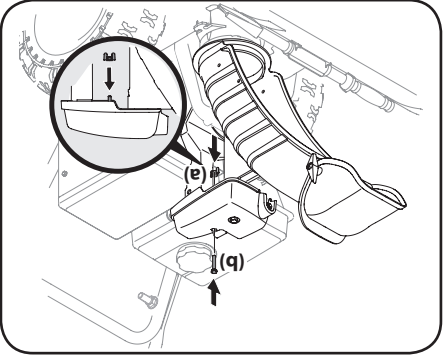

Figure 2-30
1. Positionnez la goulotte sur sa base. Maintenez la commande de la goulotte sur son support avec la goupille fendue (d) et l'axe de chape (c) retirées au paragraphe 1. Voir la Figure 2-30.